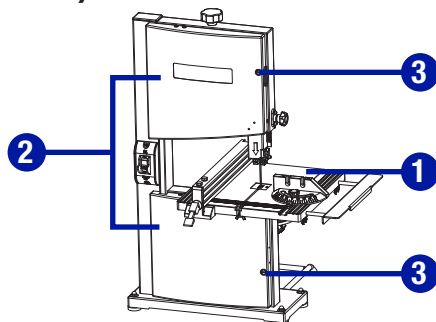

Fig. 13
**RETRAIT ET INSTALLATION DE LA LAME (Fig. 13 à 15)**
- Desserrez l'écrou de type D, la rondelle plate et la vis à oreilles et retirez-les de la table de travail (1).
- Ouvrez la porte supérieure et la porte inférieure (2) en dévissant la vis de blocage du cache (3).
- Tournez la molette d'alignement de la lame (4) vers la gauche pour dégager l'ensemble du guide-lame (5). Le fait de tourner la molette du guide-lame supérieur (6) vers la droite soulève l'ensemble guide-lame (5) (tandis que la tourner vers la gauche l'abaisse), positionnez l'ensemble guide-lame (5) à mi-chemin environ entre la table de travail et le boîtier de la scie. Resserrez la molette d'alignement de la lame (4).
- Retirez prudemment l'ancienne lame (7).